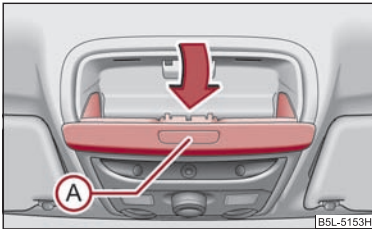

Fig. 91 Imagine din plafon: Compartimentul pentru ochelari
- Apăsăți tasta **(A)** ⇒ fig. 91, compartimentul se rabatează în jos.